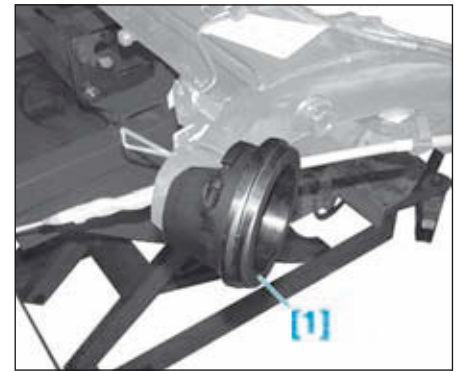

FIG.77
- Mettre en place l'outil [1] sur l'essieu arrière en l'orientant dans le sens inverse de la dépose (Fig.77).